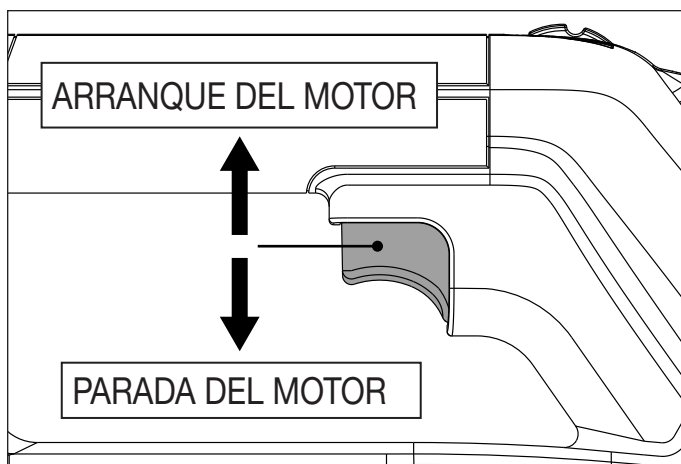
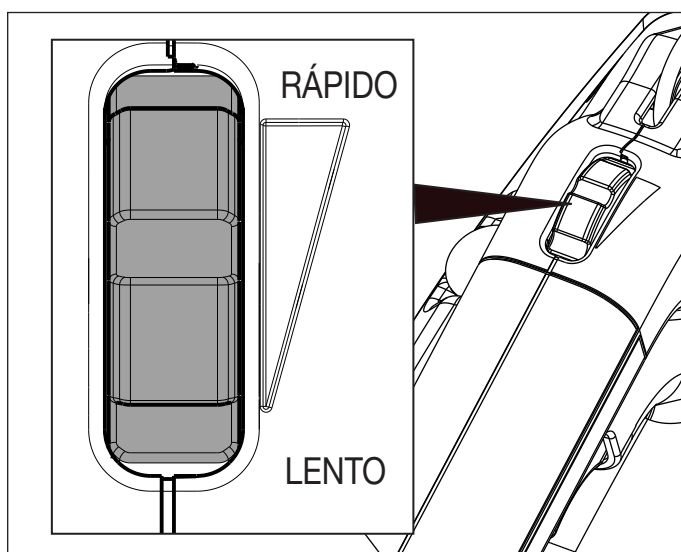

Figura 9: Uso del interruptor de gatillo
Figura 10: Pomo de control de velocidad del motor
Para controlar el motor de la bomba se utiliza un interruptor de gatillo. Véase Figura 9.
2. Para arrancar el motor de la bomba, sujete firmemente el asa de transporte y tire el interruptor de gatillo hacia arriba. Para que el motor funcione más rápido, gire el pomo hacia delante. Para que el motor funcione más despacio, gire el pomo hacia atrás. Véase Figura 9 y Figura 10.
- La velocidad del motor puede ajustarse según sea necesario mediante el pomo en la bomba. Gire el pomo hacia delante para hacer funcionar el motor más rápido. Gire el pomo hacia atrás para que el motor funcione más despacio. Véase Figura 10.